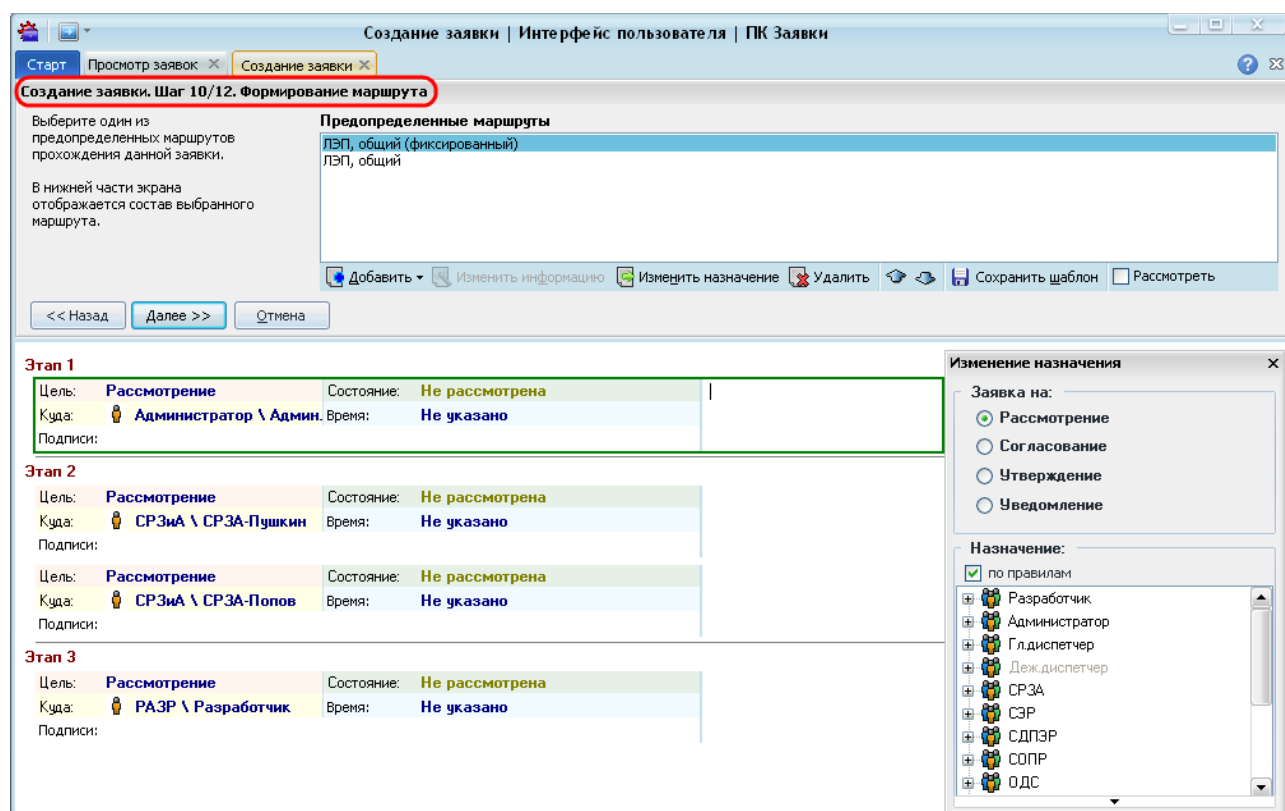

Рисунок 10.32 – Формирование маршрута
- **«Шаг 10/12. Формирование маршрута».** На данном шаге формируется маршрут заявки. На форме мастера создания заявок в поле «Предопределенные маршруты» первым в списке маршрутов, на основе которых может быть создан фактический маршрут заявки, идет предопределенный маршрут с меньшим порядковым номером. После выбора предопределенного маршрута из списка строится фактический маршрут, состоящий из элементов внутреннего и внешнего маршрутов (Рисунок 10.32). Внутренний маршрут состоит из списка служб, которые рассматривают заявки на оборудование данного комплекса. Внешний маршрут составляется на основании информации об управлении / ведении для данной единицы оборудования.
- кнопка « *Изм. назначение*» для вызова панели «Изменение назначения» (Рисунок 10.32);